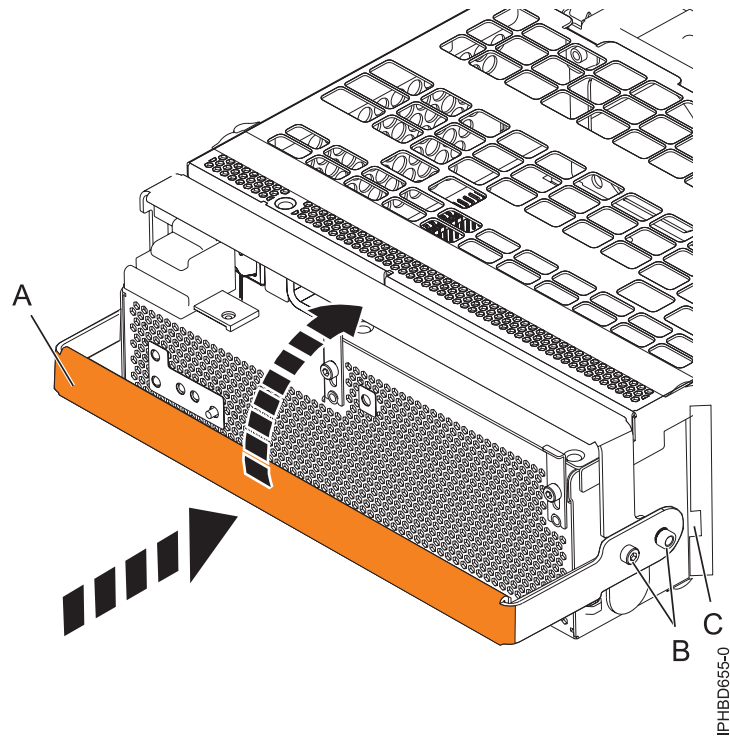

Figure 18. Remplacement d'une alimentation électrique
6. Pour remplacer l'alimentation électrique, avec la poignée de verrouillage (**A**) en position ouverte, insérez l'alimentation électrique dans l'unité d'extension comme indiqué à la figure 18, à la page 21.